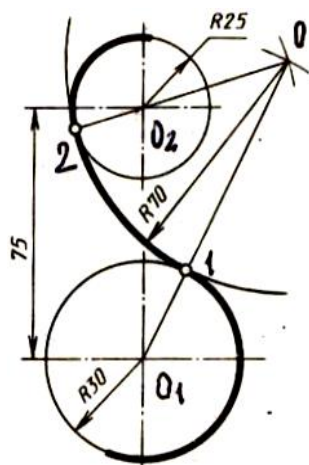

Рисунок 29 – Смешанное сопряжение двух дуг
7) Построение смешанного сопряжения двух дуг радиусами 30мм и 25мм дугой радиуса 70мм (рисунок 29)